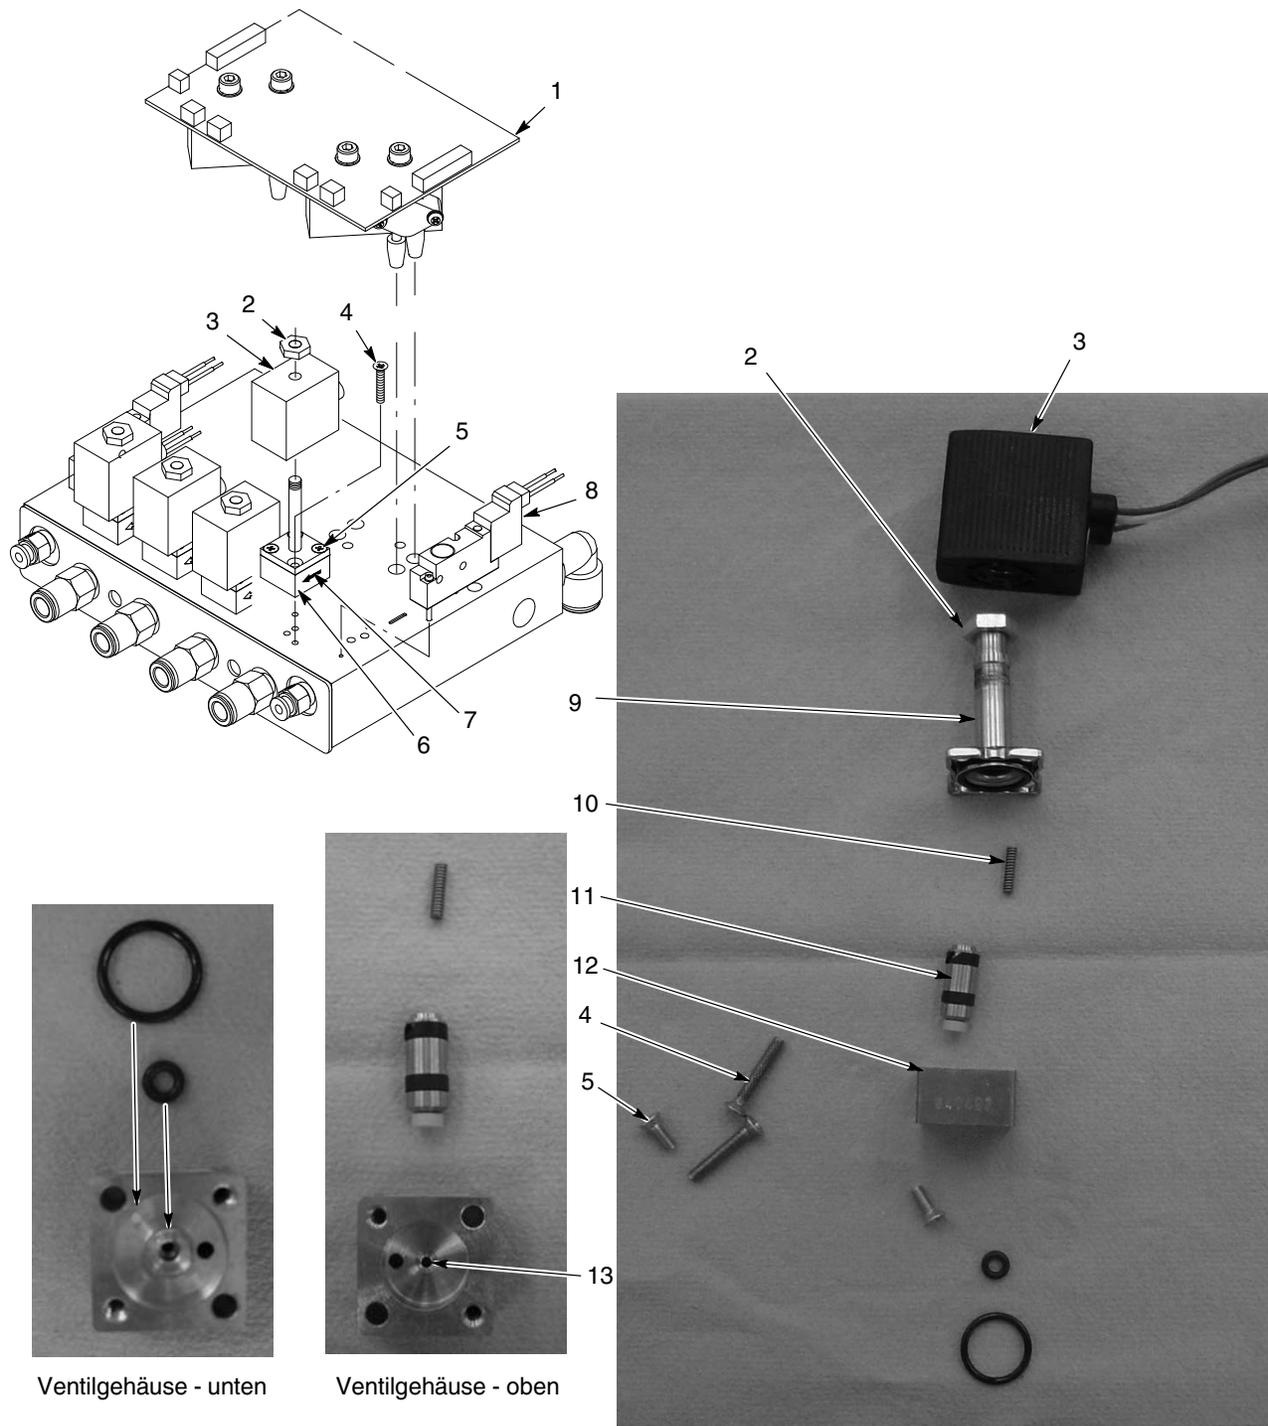

Abb. 5-1 Abnehmen und Einsetzen des Proportionalventils am iFlow Modul
Siehe Abb. 5-1. Zufuhr von verunreinigter Luft kann zu Fehlfunktionen des Proportionalventils (6) führen. Zum Zerlegen und Reinigen des Ventils die nachstehenden Anweisungen befolgen.
1. Spulenkabel (3) von der Platine (1) trennen. Mutter (2) und Spule vom Proportionalventil (6) abnehmen.
2. Die zwei langen Schrauben (4) abnehmen, um das Proportionalventil vom Verteiler abzunehmen.
Siehe Abb. 5-1. Zum Abnehmen der Magnetventile (8) für Pistolenluft die zwei Schrauben im Ventilgehäuse abnehmen und das Ventil vom Verteiler abheben.